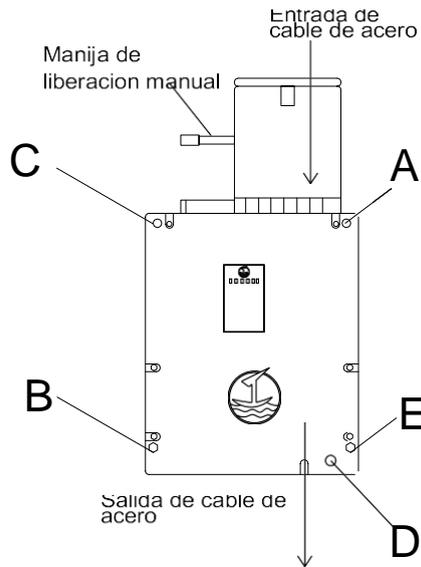

Figura 14 Instalacion de polipasto
5.4.1.2 Instalación de LTD6.3: Anclaje de elevación LTD6.3 con pasadores de seguridad en los puntos A y B. (Ver Figura 14)